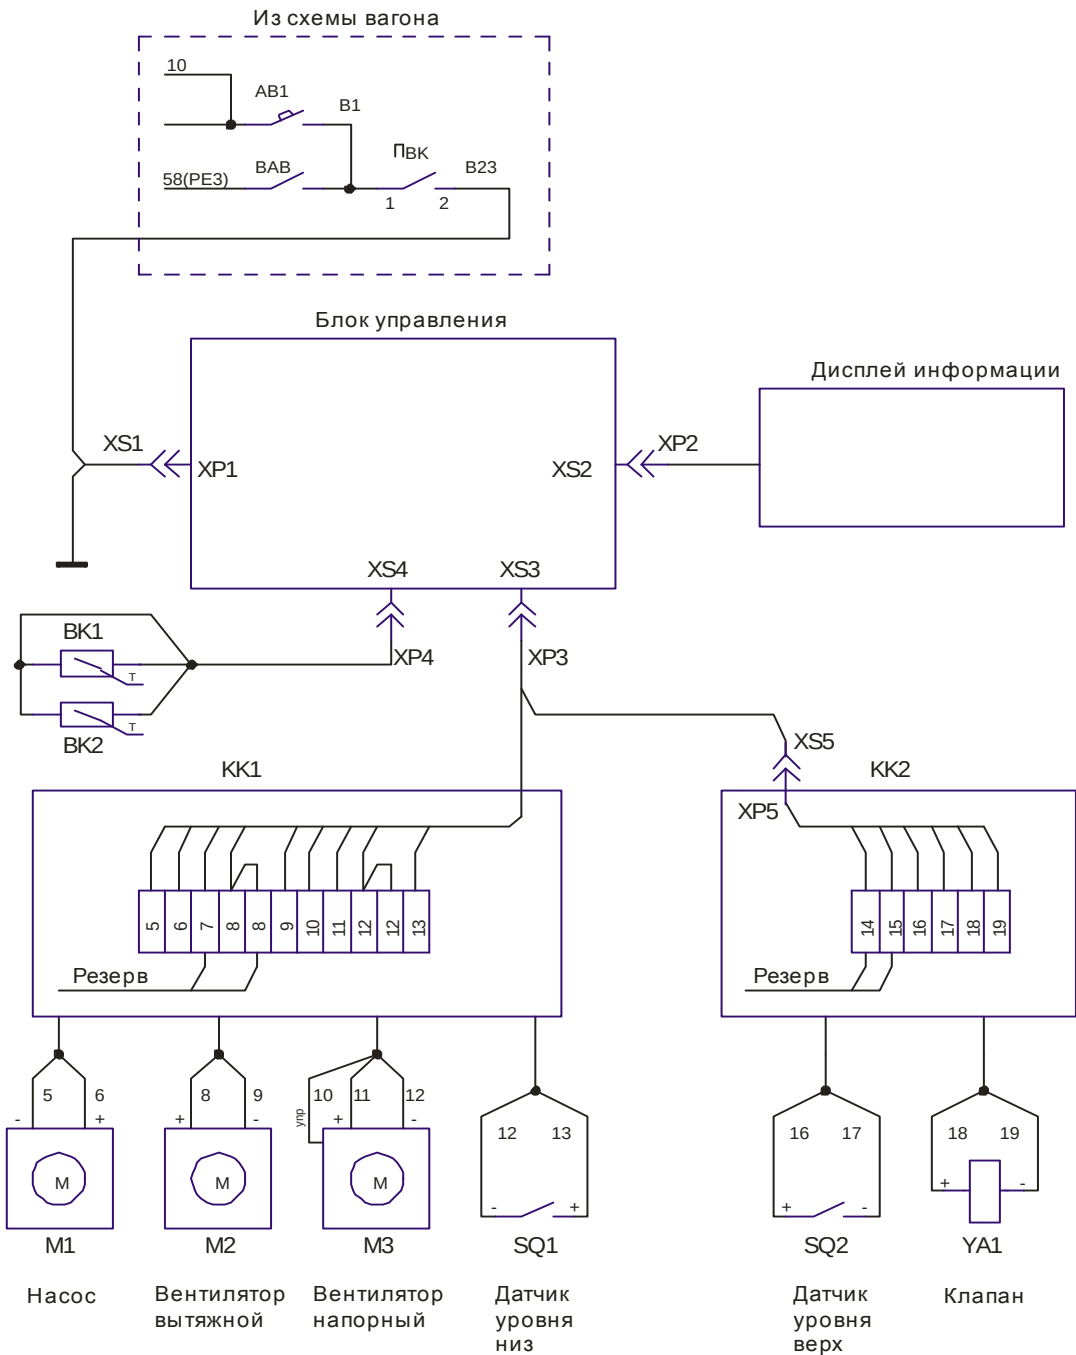

Рис. 4 Схема подключения АОВ-300ЯС
4.3.4. Согласно электрической схеме подключения АОВ (см. рис.4) подключить разъем XS5 к разъему XP5 клеммной коробки в кабине машиниста (см. рис.2).
4.3.6. Пропустить разъем ХР2 кабеля дисплея информации через отверстие Ø30 мм в полу вагона и подключить к блоку управления (см. рис. 4).
- включить выключатель подачи питания ПВК (см. рис. 4 и рис. 5) на вентилятор в кабине машиниста (на дисплее пульта управления появиться надпись «отключено»);